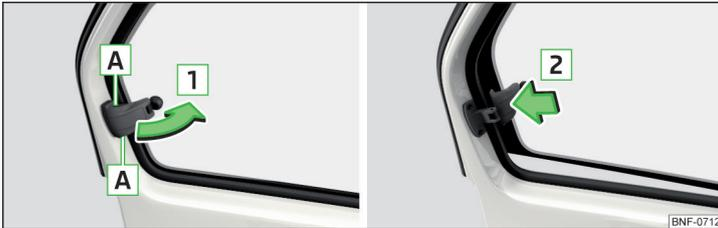

Abb. 35 Fenster hinten öffnen / schließen
- Zum **Öffnen** an die Sicherung in der Aussparung **A** fassen » Abb. 35.